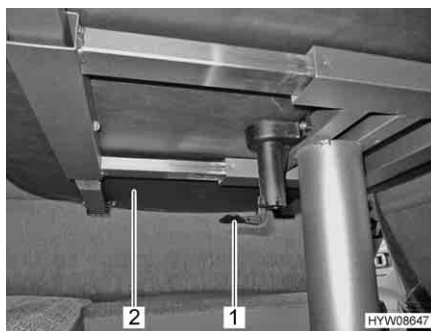

Fig. 38 Leva per spostare il piano del tavolo
- Tirare o spingere la leva (Fig. 38,1) verso il basso.
- Spingere il piano del tavolo (Fig. 38,2) nella posizione desiderata.